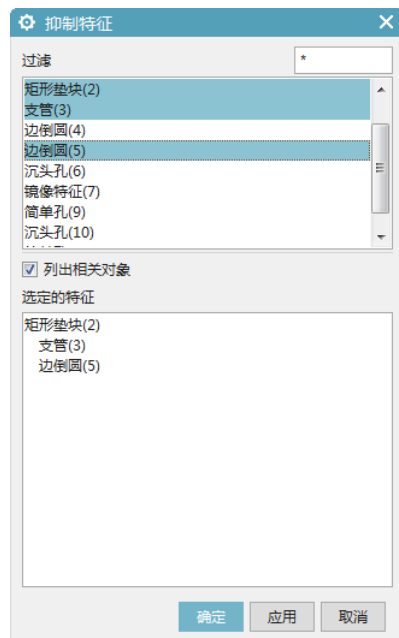

图 1-25 “抑制特征”对话框
1. 选择“菜单”→“编辑”→“特征”→“抑制”命令或单击“主页”功能区“编辑特征”组中的“抑制特征”按钮, 打开如图 1-25 所示的“抑制特征”对话框。该选项允许临时从目标体及显示中删除一个或多个特征, 当抑制有关联的特征时, 关联的特征也被抑制。